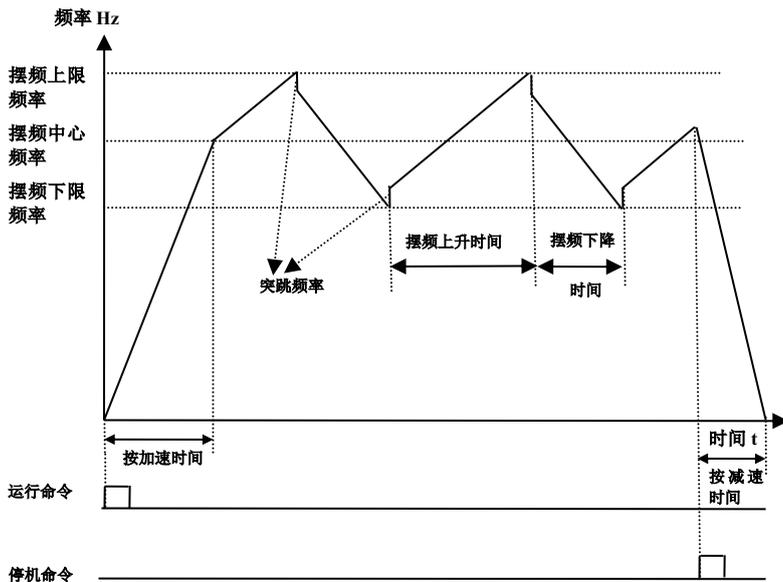

图 6-6 摆频模式 1 工作示意图
- F235=1，摆频模式 1，中心频率固定，由 F242 给定，工作过程如图 6-6 所示。
·摆频工作模式见图6-6、6-7、6-8。